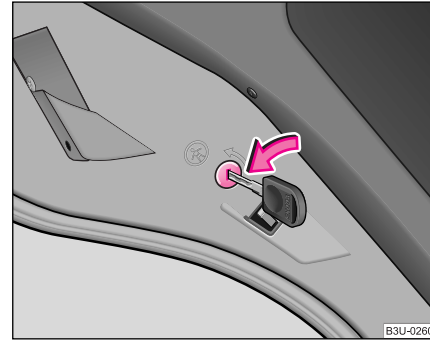

Abb. 21 Kindersicherung an den hinteren Türen
- Drehen Sie mit dem Fahrzeugschlüssel den Schlitz an der hinteren Tür in Pfeilrichtung ⇒ **Abb. 21**.